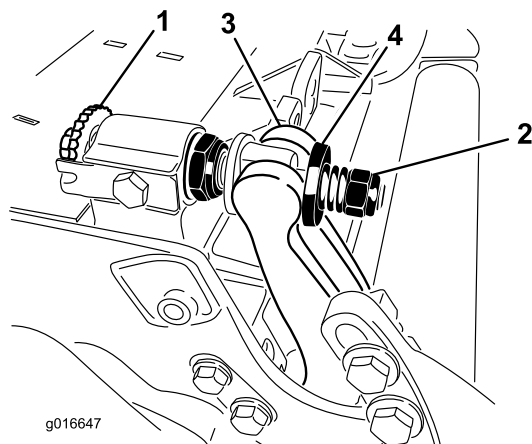

Figura 30
1. Ruotate le viti di regolazione della barra di appoggio in senso antiorario per allontanare la controlama dal cilindro (Figura 30).
2. Allentate il dado di tensione della molla finché la rondella non sarà più in tensione contro la barra di appoggio (Figura 30).